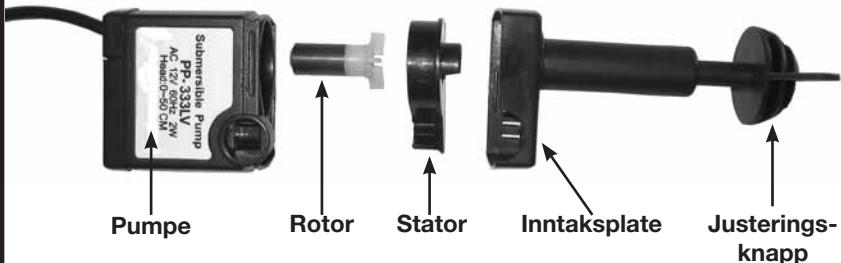

Figur 3g
- 4) Sett tilbake forfilteret over justeringsknappen ved å skyve inn den smale enden først. Den øverste delen av forfilteret skal være vendt mot fronten av vannautomaten, skyv ned for å klikke det på plass. (Figur 3g)